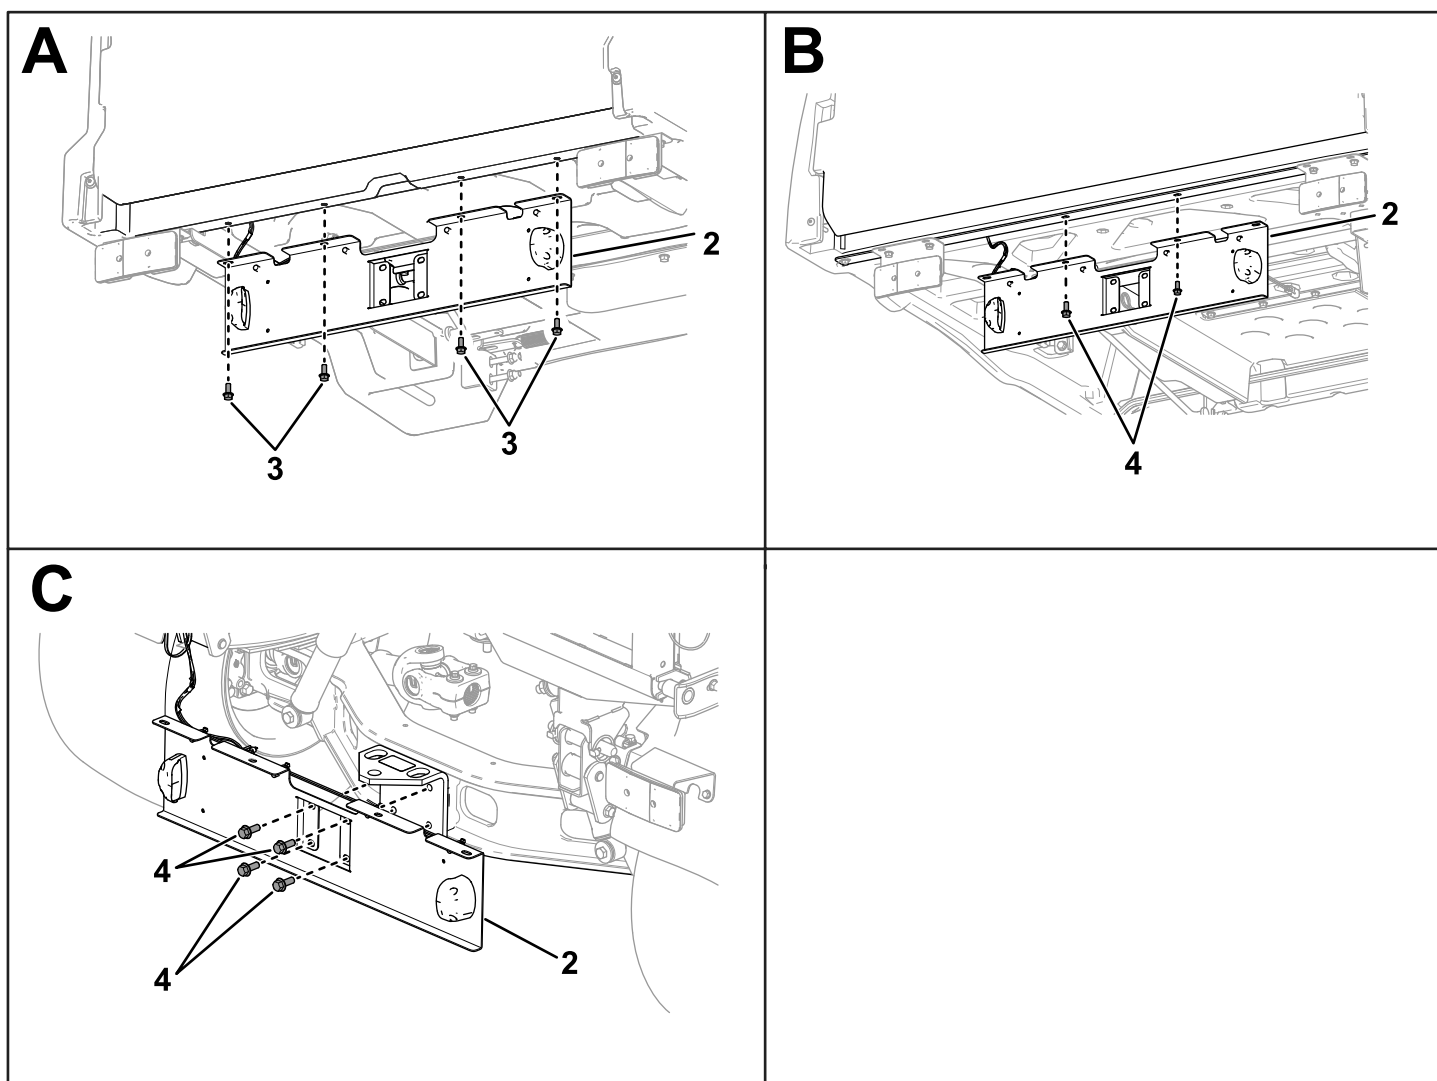

Рисунок 2
- **Workman GTX:** С помощью 4-х болтов с фланцевой головкой под шестигранный торцевой ключ (5/16 x ¾ дюйма) установите кронштейн под грузовым кузовом (А на рис. Рисунок 2).
- **Workman MDX:** Отверните 2 имеющихся болта с фланцевыми головками из-под нижней части грузового кузова и используйте их для установки кронштейна (В на рис. Рисунок 2).
- **Workman HDX:** Отверните 4 имеющихся болта с фланцевыми головками от плиты сцепки и используйте их для установки кронштейна (С на рис. Рисунок 2).